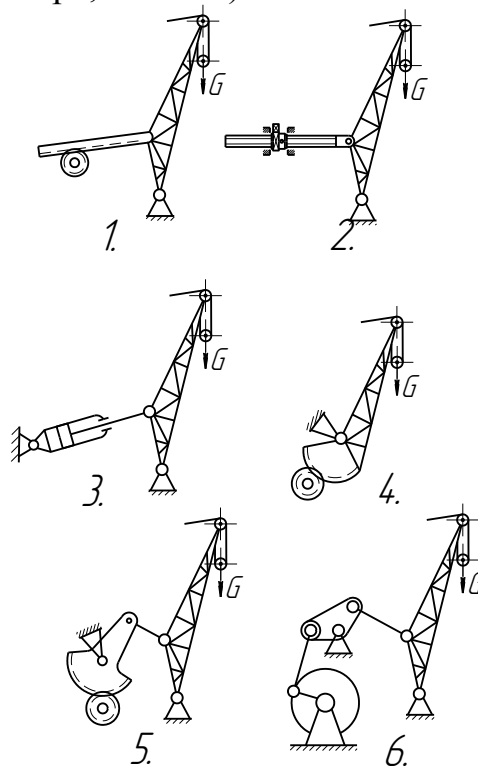

Рисунок 3.5.1 – Схемы механизмов изменения вылета
3.5.4 Какой из механизмов изменения вылета (рисунок 3.5.1), наиболее прост в изготовлении и имеет меньшую массу?
3.5.5 К какому из механизмов (рисунок 3.5.1) относится следующее свойство: создает равномерную угловую скорость качания стрелы и может при необходимости обеспечить весьма низкое опускание стрелы, однако весьма тяжел и громоздок?